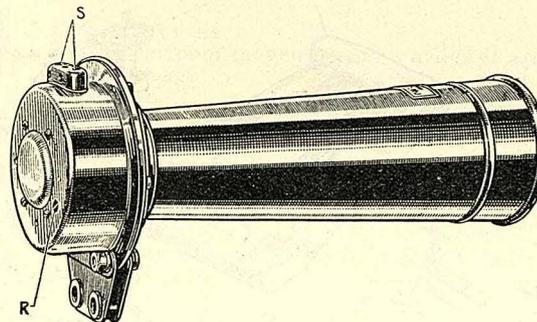

Fig. 47. — Avertisseur électrique.
**Avertisseur électrique.** — L'avertisseur (fig. 47) est fixé à la partie inférieure du tablier sous le capot. Il est mis en action par le bouton placé au centre du volant de direction.